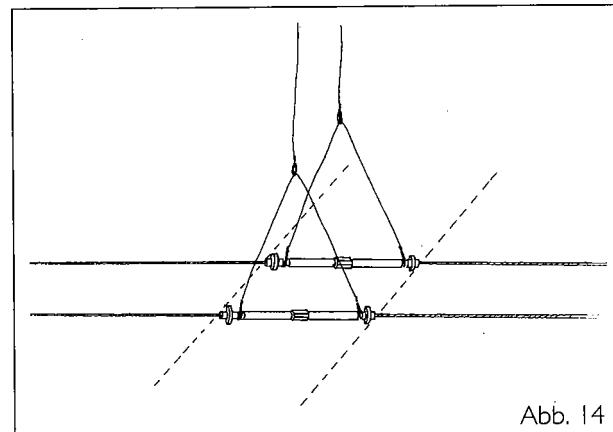

Abb. 14
**Achten Sie bitte darauf, daß die beiden Isoteile eines Seilpaars auf der gleichen Achse liegen (Abb. 14).**